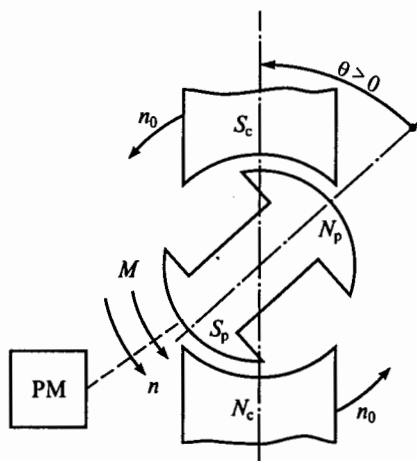

Рис. 231
**9.70.** Синхронный двигатель вращает рабочий механизм (РМ). На рис. 231 показано расположение полюсов ротора  $N_p, S_p$  и статора  $S_c, N_c$  двигателя. (Полюса статора для наглядности изображены в виде постоянных магнитов, на самом деле они являются неявными.) В каком из перечисленных признаков двигательного режима синхронной машины допущена ошибка?